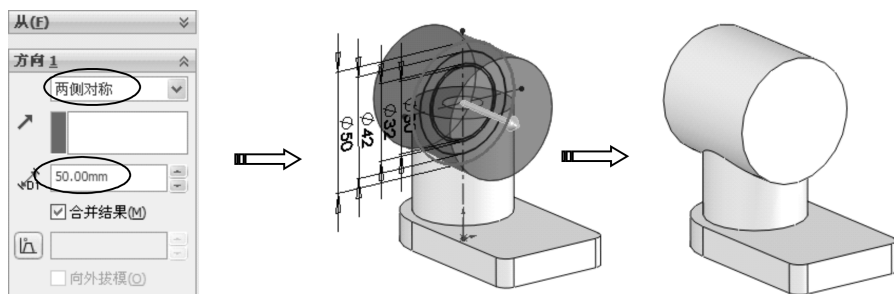

图 1-78 创建第1个拉伸特征
- 06 在【拉伸】面板中选择终止条件为【两侧对称】，并输入深度为50，创建完成的第1个拉伸特征如图1-78所示。